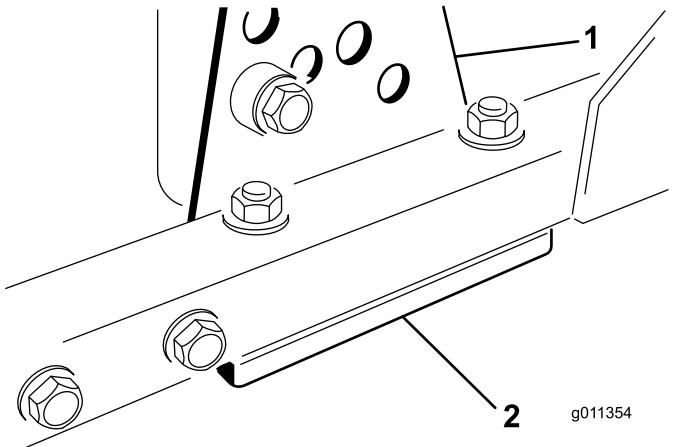

Bild 101
1. Entfernen Sie die Schnitthöhen-Einstellhalterung (vorne, links oder rechts) vom Mähwerkrahmen (Bild 101).
2. Führen Sie 1,5-mm- und/oder 0,7-mm-Beilagscheiben zwischen dem Mähwerkrahmen und der Halterung ein, um die gewünschte Schnitthöhe zu erhalten (Bild 101).